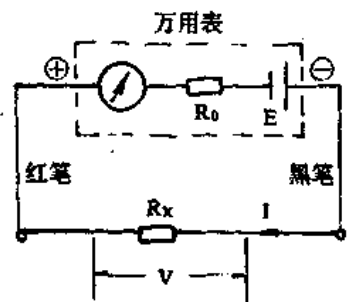

图 6-4 读取电流法、电压法原理图
(3)读取电压法。这种方法是利用万用表的欧姆档来测试通过负载(被测元器件)的电流和加在负载两端的电压,并且不需外加电源,而是用欧姆档输出的电压作为测试电路的电源。如图 6-4 所示,图中虚线框内为万用表,  $R_0$  为各个欧姆档的中心值,500 型万用表在  $R \times 1$  档时的欧姆中心值是  $10\Omega$ ,在  $R \times 10$  档的时为  $100\Omega$ ,依此类推。  $E$  是表内电池,它作为测试电路的电源,电压分别为  $1.5V$  和  $9V$ 。  $R_x$  既可是电阻也可是晶体二极管。